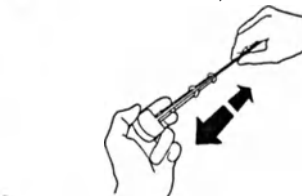

Рис. 6
- Извлеките мембрану баллона из защитной Т-образной ручки в ПРЯМОМ НАПРАВЛЕНИИ. (См. рис. 6.)